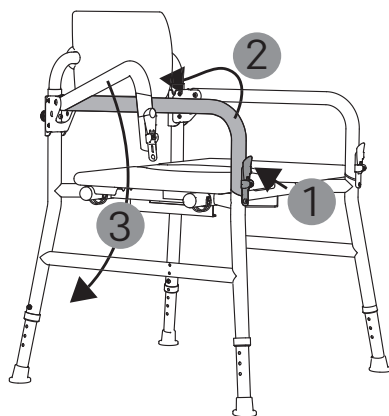

fig. 20
2. Pour basculer la partie latérale, libérez le levier de blocage en le tirant vers vous (1, fig. 20).
3. Retirez la partie latérale de la fixation en la soulevant vers le haut et latéralement (2, fig. 20).
4. La partie latérale se bascule vers l'arrière (3, fig. 20).